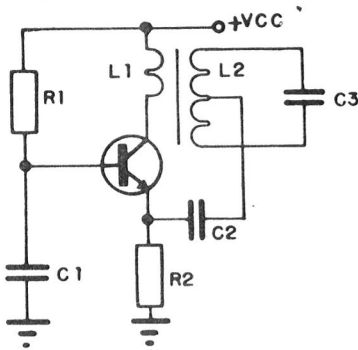

FIGURA 8
O circuito que descrevemos, como foi dito antes, se presta bem para frequências elevadas; para a faixa de ondas médias, e mesmo ondas curtas (HF), se adota o circuito da **figura 8**, no qual foi utilizado acoplamento magnético entre o coletor do transistor oscilador e o circuito-tanque, sendo que a realimentação é parcialmente magnética e parcialmente capacitiva, já que é retirada de uma derivação no circuito-tanque (L2) e é aplicada ao emissor do transistor oscilador de um capacitor, C2, no diagrama da **figura 8** supra.
O circuito básico da figura 8 é comumente utilizado, com modificações, como conversor em receptores AM, neste caso C1 é substituído pelo secundário da bobina de antena, que é um curto-circuito para a frequência de operação de oscilador local de um receptor, e em série com L1 encontramos o primário do 1º TFI, sendo que o circuito é dimensionado de forma a proporcionar o maior ganho possível em 455KHz, que é a FI de AM.